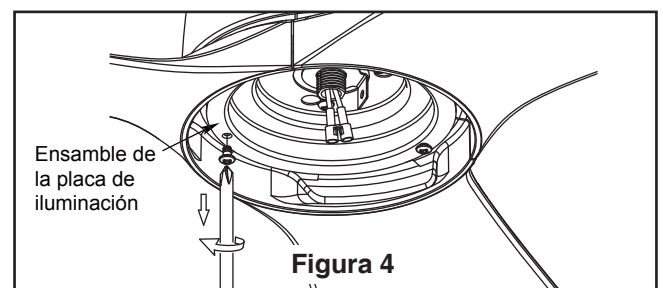

Figura 4
4. Extraiga uno de los tres tornillos de ensamble de la placa de iluminación. Guárdelos para después y afloje levemente los otros dos tronillos. (Figura 4)